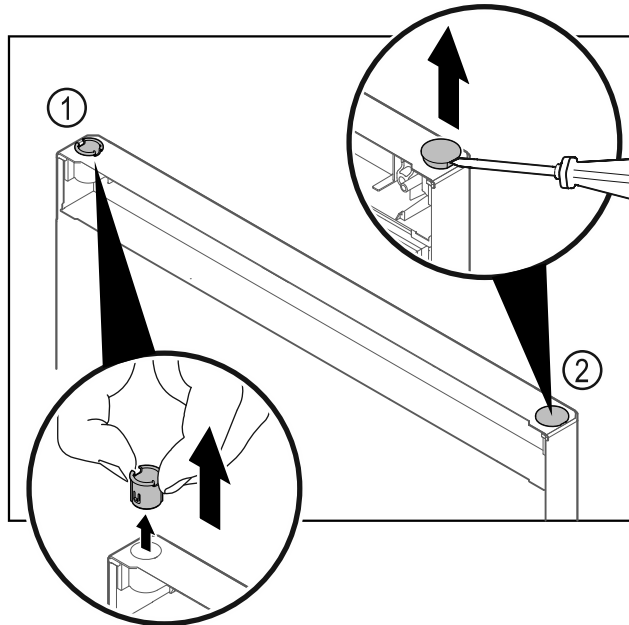

Fig. 20
- Extraer el casquillo de bisagra Fig. 20 (1) con los dedos.
- Levantar cuidadosamente el tapón Fig. 20 (2) con un destornillador para tornillos de cabeza ranurada y extraerlo.